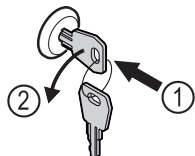

Fig. 123
- ▶ Sleutel erin duwen. Fig. 123 (1)
- ▶ Sleutel 90° linksom draaien. Fig. 123 (2)